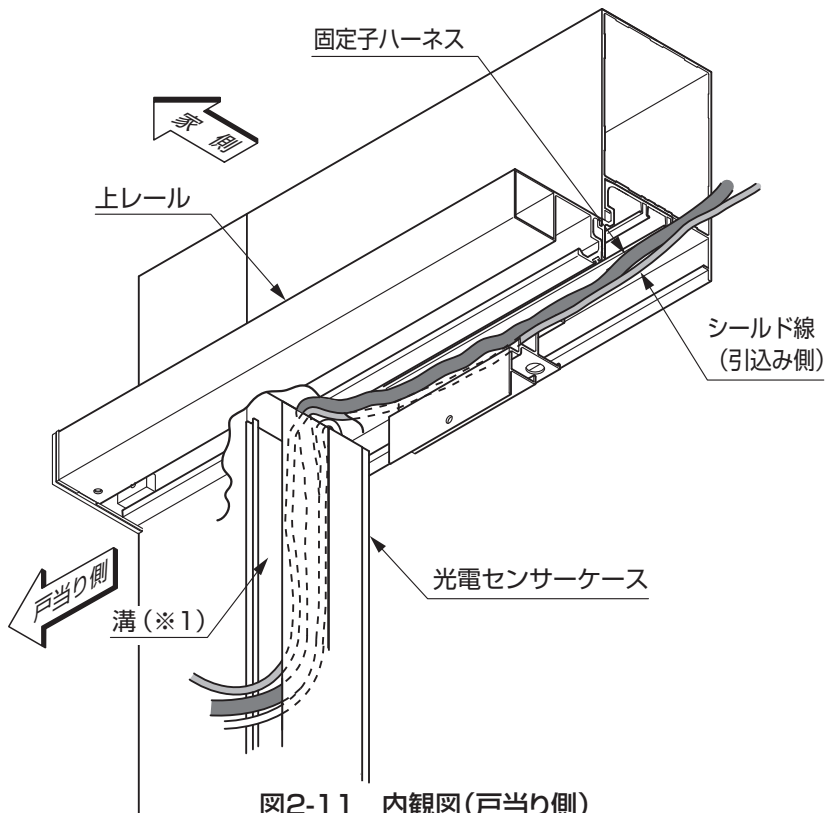

図2-11 内観図(戸当り側)
①リニア固定子ハーネスと投・受光器の各シールド線を光電センサーケースの溝(※1)に上側から引き入れてください。(図2-11、図2-12参照)